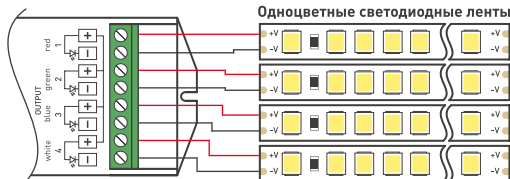

Рисунок 4. Подключение одноцветной ленты (1сН).
- 3.3. Подключите светодиодную ленту или другой совместимый светодиодный источник света к выходу «OUTPUT» декодера, соблюдая полярность и расположение проводов RGBW. Возможные варианты использования декодера показаны на Рис. 1 — Рис. 4.